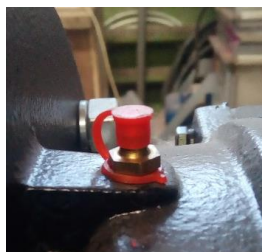

Рисунок 9
**Если конструкцией электродвигателя насосного агрегата предусмотрена дополнительная смазка подшипников (имеются тавотницы – см. рис. 9), его необходимо смазывать через каждые 5000 часов работы, если иное не указано в паспорте самого электродвигателя.**